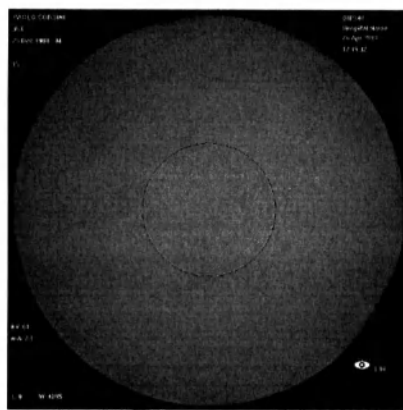

Рисунок 22
- Активная область интересов отображается при первом нажатии этого управляющего элемента (см. рисунок 22);